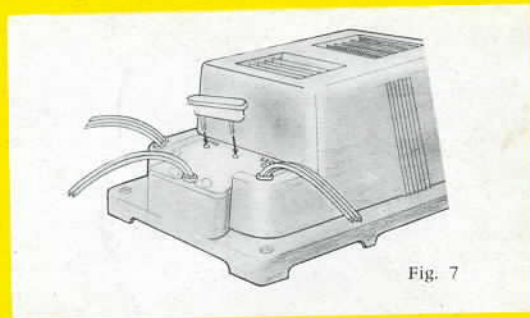

Fig. 7
- a - si votre secteur vous fournit du 110 volts, retirez le fusible de sa position pour mettre ses broches dans les deux trous marqués 110 (voir fig. 7).
- a - si votre secteur vous fournit du 110 volts, retirez le fusible de sa position pour mettre ses broches dans les deux trous marqués 110 (voir fig. 7);